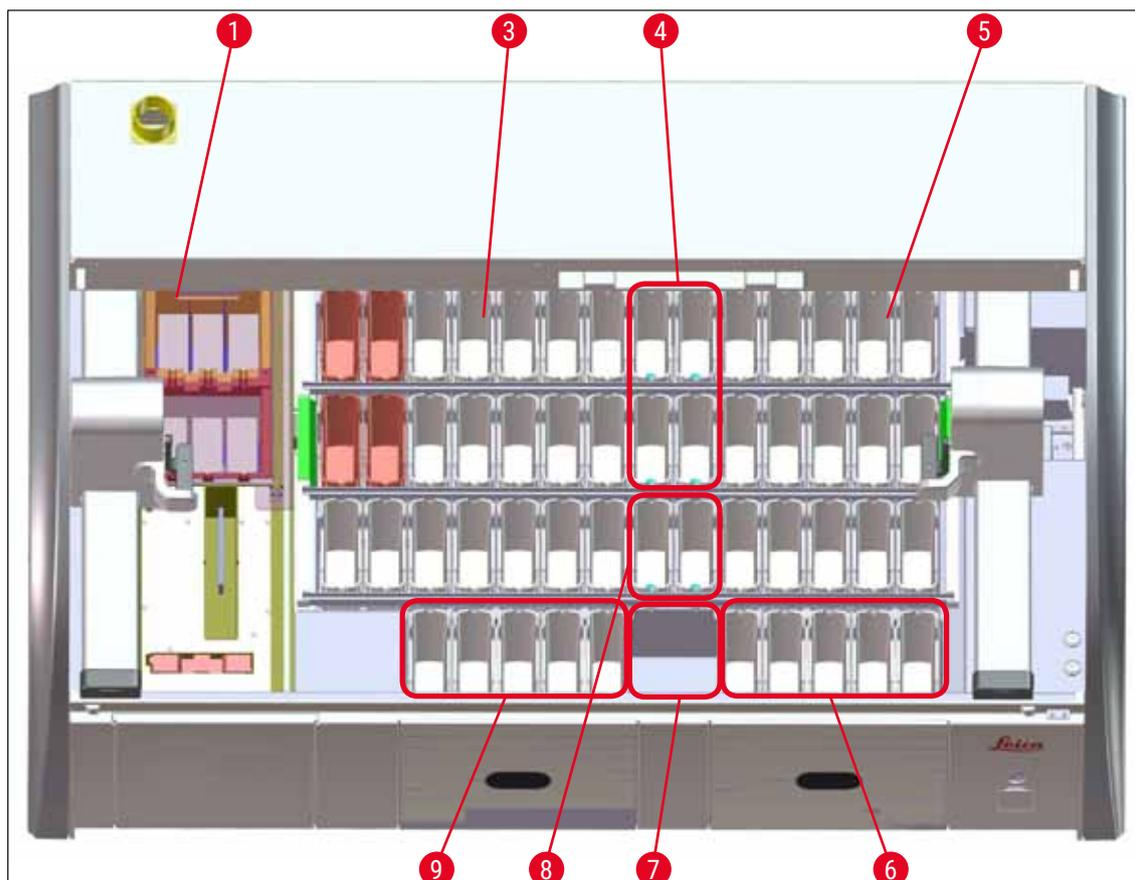

Рис. 65
- Дублированные станции должны располагаться на одной стороне области кювет (→ "Рис. 40") (→ "Рис. 65"), в противном случае адаптированную систему кювет не удастся сохранить.
- На (→ "Рис. 65") приведен обзор различных станций в области кювет.